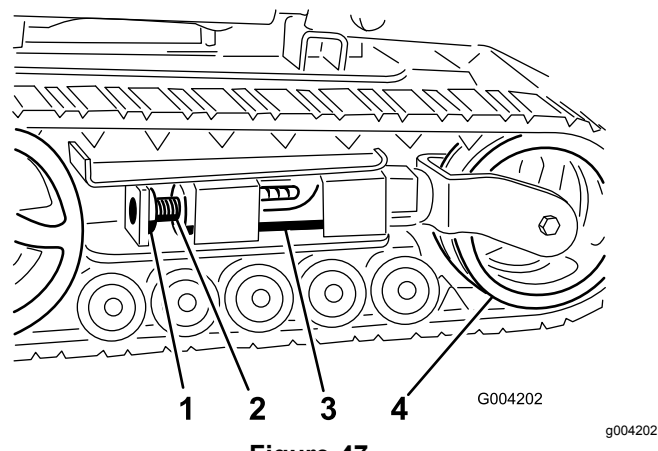
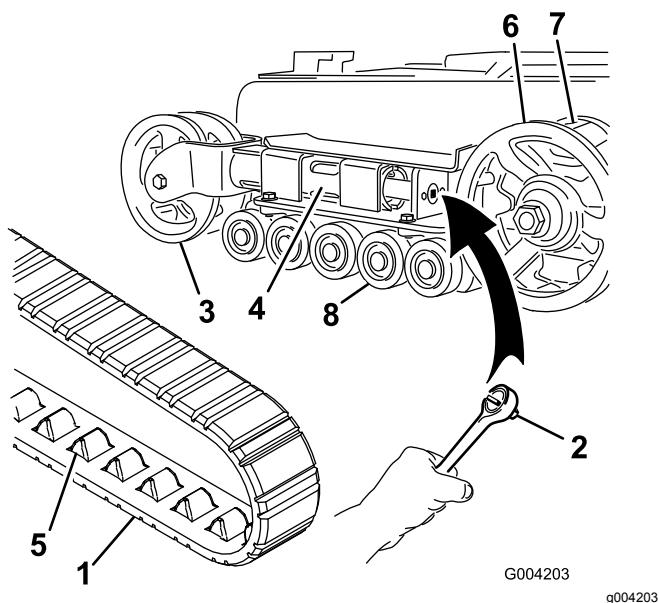
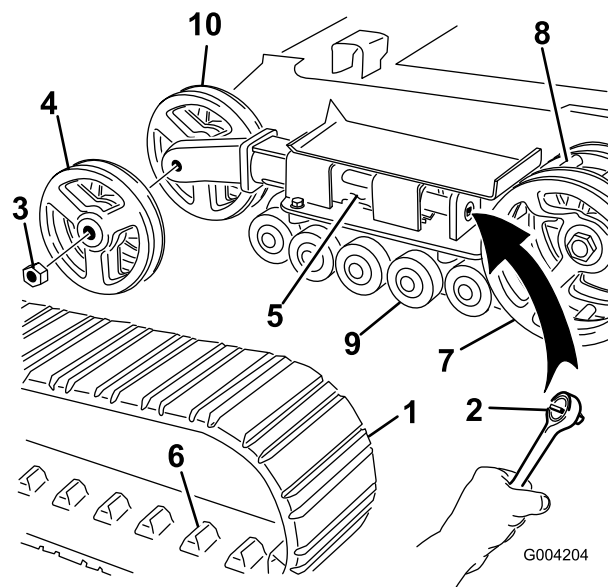

Figure 47
Figure 48
Figure 49
4. Enlevez le boulon et l'écrou de blocage (Figure 47).
6. Alignez l'encoche la plus proche dans la vis de tension avec le trou du boulon de blocage, et fixez la vis avec le boulon et l'écrou de blocage (Figure 47).
Remarque: Les chenilles sont de type étroit si les roues de tension avant sont montées à l'intérieur d'une chape au bout du tube de tension (Figure 48).
5. À l'aide d'un rochet de ½", tournez la vis de tension dans le sens horaire pour détendre la transmission (Figure 47 et Figure 48).
6. Poussez la roue de tension vers l'arrière de la machine pour appuyer le tube de tension contre le cadre (Figure 48).
8. Lorsque la chenille est déchaussée, retirez-la du pignon d'entraînement et des galets de roulement (Figure 48).
9. Pour installer la chenille neuve, commencez par l'enrouler autour du pignon, en veillant à ce que les crampons s'engagent correctement entre les dents du pignon (Figure 48).
10. Poussez la chenille sous et entre les galets de roulement (Figure 48).
Remarque: Les chenilles sont de type large si les roues de tension avant sont montées sur les côtés au bout du tube de tension (Figure 49).
5. À l'aide d'un rochet de 1/2", tournez la vis de tension dans le sens horaire pour détendre la transmission (Figure 47 et Figure 49).
6. Poussez la roue de tension vers l'arrière de la machine pour appuyer le tube de tension contre le cadre (Figure 49).
7. Retirez l'écrou de fixation de la roue de tension extérieure et déposez la roue (Figure 49).
8. Déposez la chenille (Figure 49).
9. Retirez l'écrou de fixation de la roue de tension intérieure et déposez la roue (Figure 49).
13. Posez la roue de tension intérieure et fixez-la avec l'écrou retiré précédemment (Figure 49).
15. Posez la chenille neuve en prenant soin que les crampons s'engagent entre les dents au centre du pignon (Figure 49).
16. Posez la roue de tension extérieure et fixez-la avec l'écrou retiré précédemment (Figure 49).
6. Placez le chapeau de galet de roulement sur la tête du boulon (Figure 48).
7. Fixez le chapeau avec le circlip (Figure 48).